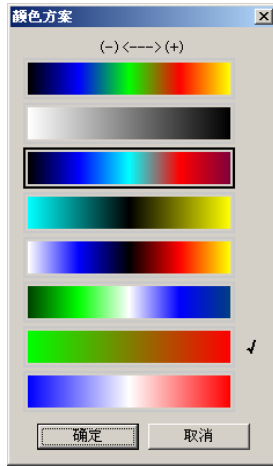

图 4-24 颜色设置
5、设置颜色表：鼠标左键或右键单击右侧的图示区，调出右键菜单，从中选择“设置颜色表”弹出颜色方案选择对话框设置等值区色谱的颜色方案，如图 4-24 所示，